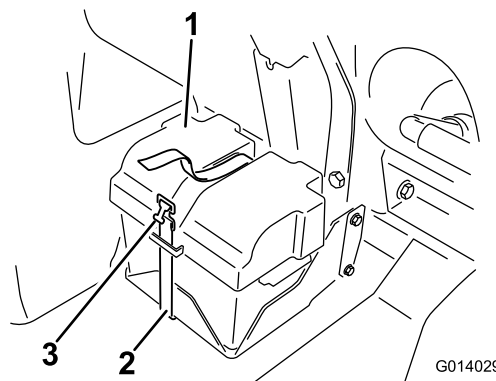
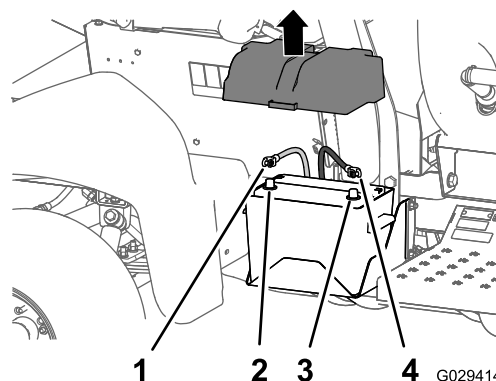

Figura 1
Figura 2
1. Staccate il coperchio della batteria e scollegate il cavo negativo (nero, di terra) dal polo della batteria (Figura 1 e Figura 2).
2. Staccate il cavo positivo (rosso) dal polo della batteria (Figura 2).